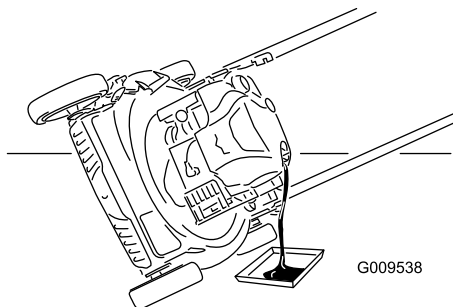

Рисунок 25
3. Для слива отработанного масла через маслозаливной патрубок переверните машину набор воздушным фильтром вверх (Рисунок 25).